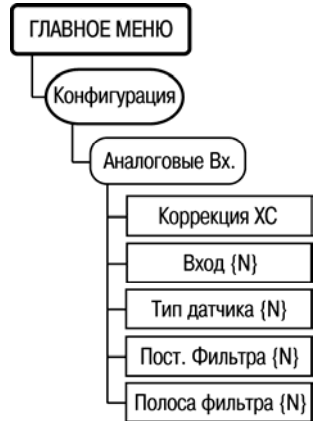

Рисунок 6.5
6.6.3 Для настройки аналоговых входов предназначен пункт меню «//Конфигурация/Аналоговые Вх.» (рисунок 6.5).